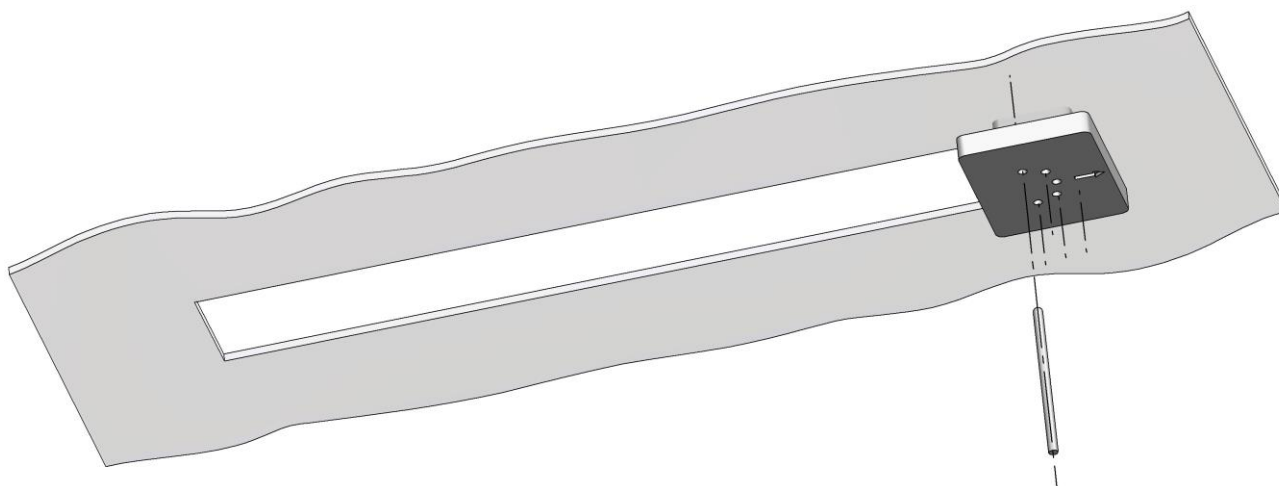

Rys.2
3. Na każdym z dwóch krańców wykonanego otworu przyłóż jeden z drewnianych bloczków chroniących zawartość kartonu, tak aby nadrukowana na nim strzałka wskazywała na zewnątrz otworu (**Rys.2 , Rys.2a**).